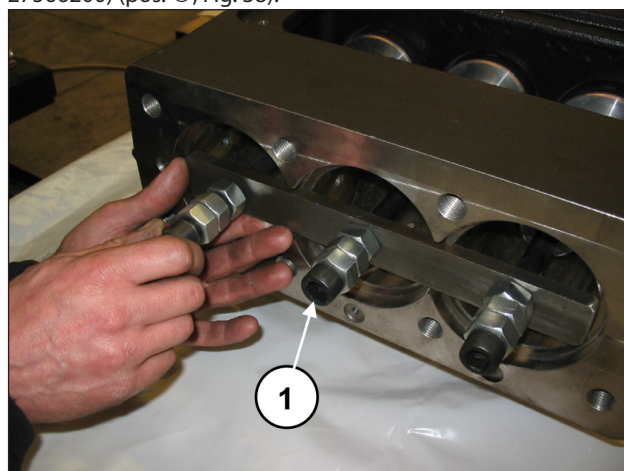

Fig. 38
Fare avanzare le semibielle nella direzione della parte idraulica e bloccarle mediante l'utilizzo dell'apposito attrezzo (cod. 27566200) (pos. ①, Fig. 38).